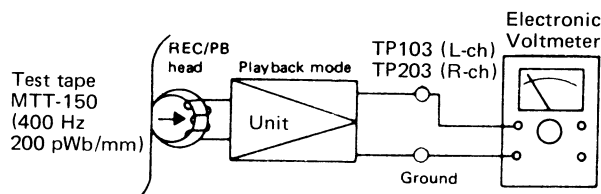

Figure 6-3
- Connect instruments as shown in Figure 6-3 and adjust variable resistor VR101 or VR201 so that the playback sensitivity is as shown in Table 6-3.
- Stellen Sie sicher, daß zwischen den Instrumenten (siehe Abbildung 6-3) eine Verbindung besteht und stellen Sie den Regelwiderstand VR101 oder VR201 so ein, daß die Wiedergabesensitivität die in Tabelle 6-3 angegebenen Werte annimmt.
- Brancher les appareils comme le montre la Figure 6-3 et régler la résistance variable VR101 ou VR201 de telle sorte que la sensibilité de lecture soit comme montrée sur le Tableau 6-3.